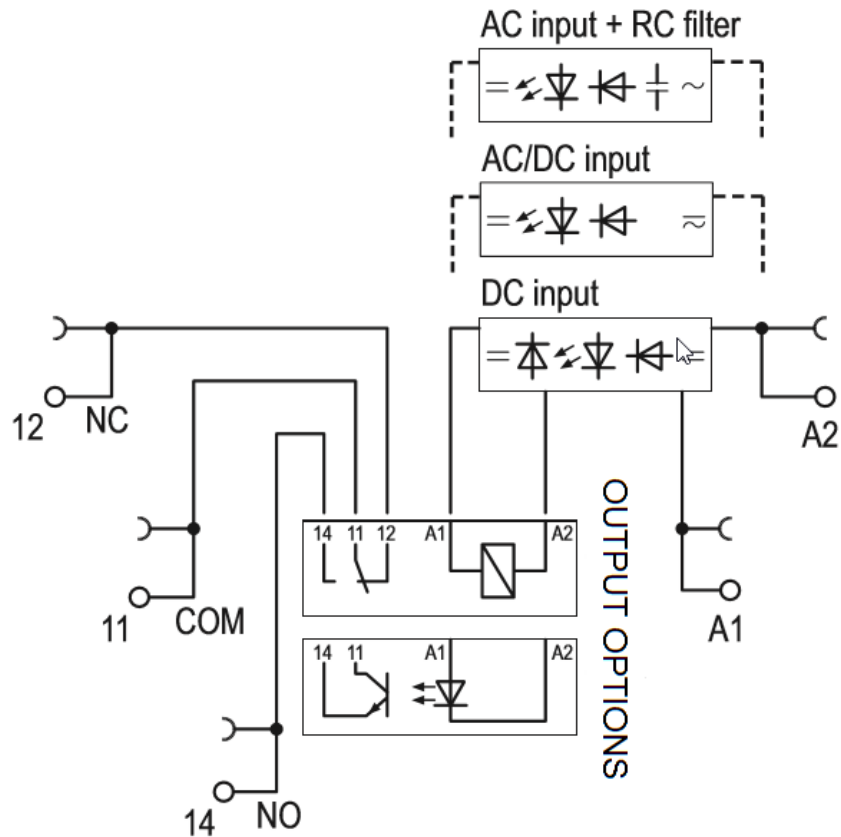

Рисунок 3. Схема РМ электрическая принципиальная
2.2.4 Произвести монтаж главной и вспомогательной цепей в соответствии со схемами электрическими принципиальными (см. рисунок 3)